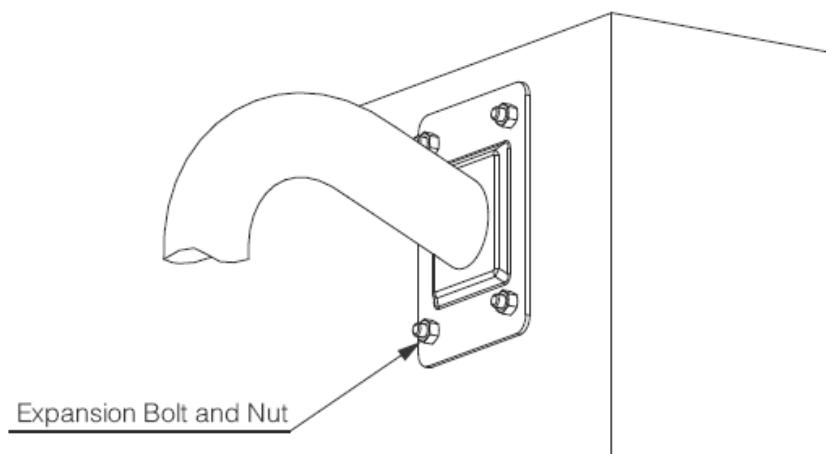

Рисунок 3-3
- 3) Проделайте отверстия в стене в соответствии с установочными отверстиями в нижней части кронштейна для настенного крепления. Убедитесь в том, что кабельный вывод кронштейна обращен к отверстию в стене. Вставьте распорные дюбели (в комплект не входят) в проделанные отверстия. Присоедините композиционный кабель и проведите его через отверстие в стене. Для крепления кронштейна на распорных дюбелях в стене используйте четыре болта с шестигранной головкой и плоские шайбы. Смотрите Рисунок 3-3.